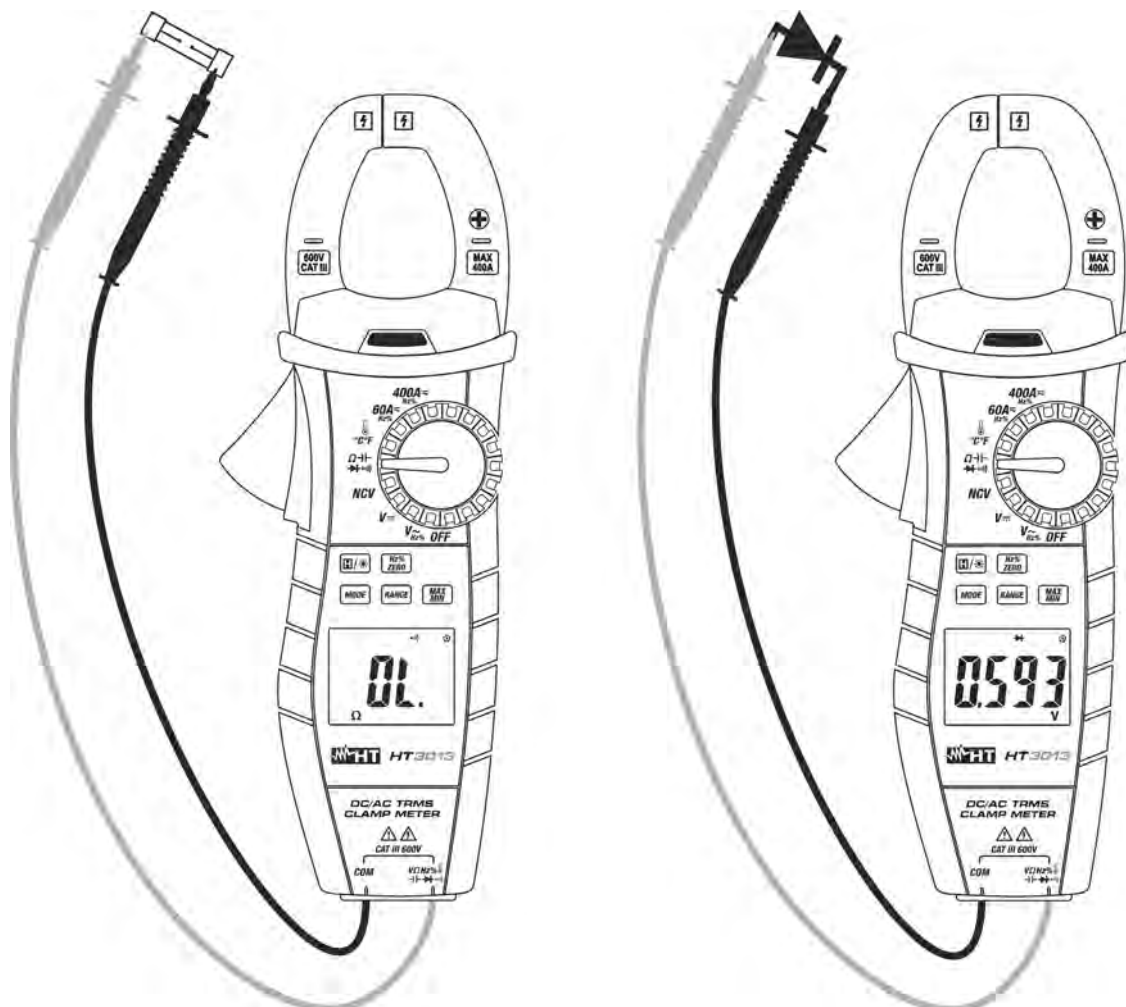

Fig. 8: Utilização da pinça em Testes de Continuidade e Testes de Díodos
3. Inserir o cabo vermelho no terminal de entrada $\text{V}\Omega\text{Hz}\% \rightarrow \text{diode symbol}$ e o cabo preto no terminal de entrada **COM** e efetuar o teste de continuidade sobre o objeto em teste (ver Fig. 8 – parte esquerda). O indicador sonoro emite um sinal acústico quando o valor da resistência medida é inferior a cerca de 30Ω .
5. Conectar a ponteira vermelha ao ânodo do diódo e a ponteira preta ao cátodo no caso de medição de polarização direta (ver Fig. 8 – parte direita). Inverter a posição das ponteiros no caso de medição de polarização inversa.